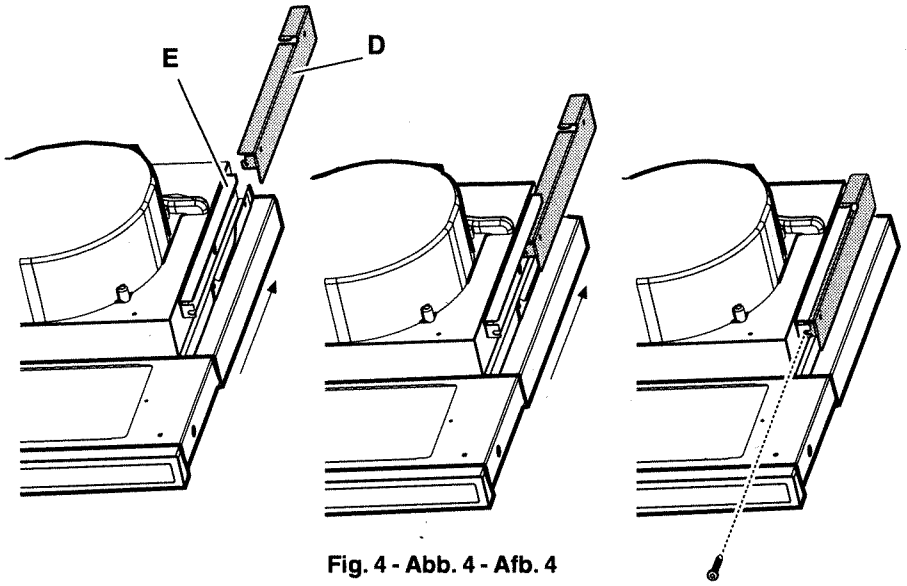

Fig. 4 - Abb. 4 - Afb. 4
- Die Haube in den Hängeschrank einfügen, darauf achten, dass der Bügel **E** der Haube oberhalb des Bügels **D** des Hängeschrankes positioniert wird (Abb. 4).
- Die Haube durch zwei Schrauben (eine pro Seite) am vorderen Ende befestigen (Abb. 4).
4. Insert the cooker hood in the wall cabinet, ensuring to position the cooker hood bracket **E** above the wall cabinet bracket **D** (Fig. 4).
5. Block the cooker hood with two screws on the frontal part (Fig. 4 - one per side).